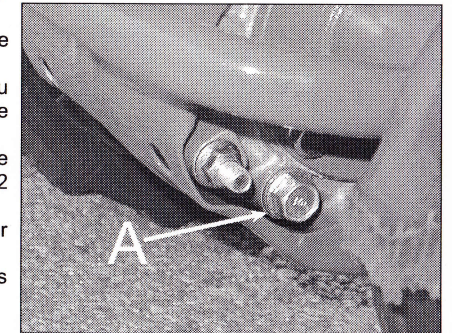

Figure 12
2. Dévissez le bouchon de vidange (figure 12, repère A) se trouvant à l'avant du boîtier de transmission et enlevez-le.